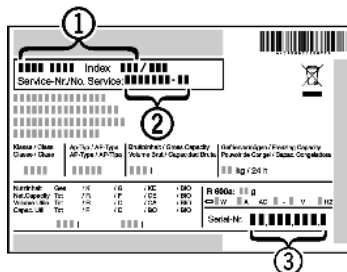

Fig. 70
- ▶ Считать обозначение устройства Fig. 70 (1), сервисный номер Fig. 70 (2) и серийный номер Fig. 70 (3) с заводской таблички. Заводская табличка находится внутри устройства слева.